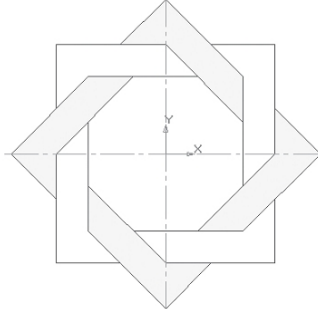

Рис. 6.4.
– якщо області заливки задані правильно, клацанням ЛКМ по кнопці –  **Створити об'єкт** на панелі **Спеціального управління** створіть заливку (рис. 6.4);